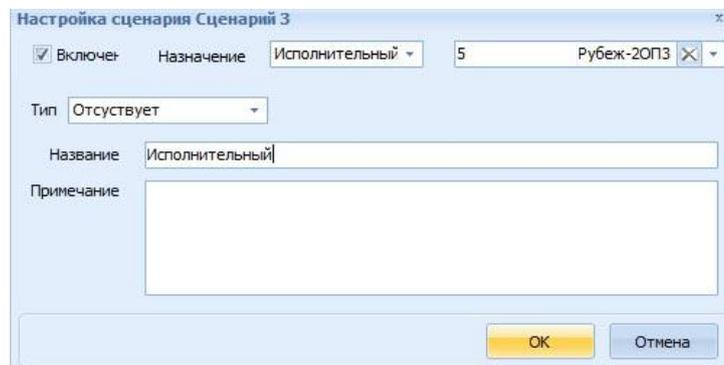

Рис. 23 Окно **Настройка сценария Сценарий №3**
3) Сценарий № 3 «**Исполнительный**» на приборе Рубеж-2ОПЗ, который запускает модуль релейный РМ-1 (1.7) (Рис. 23,24).